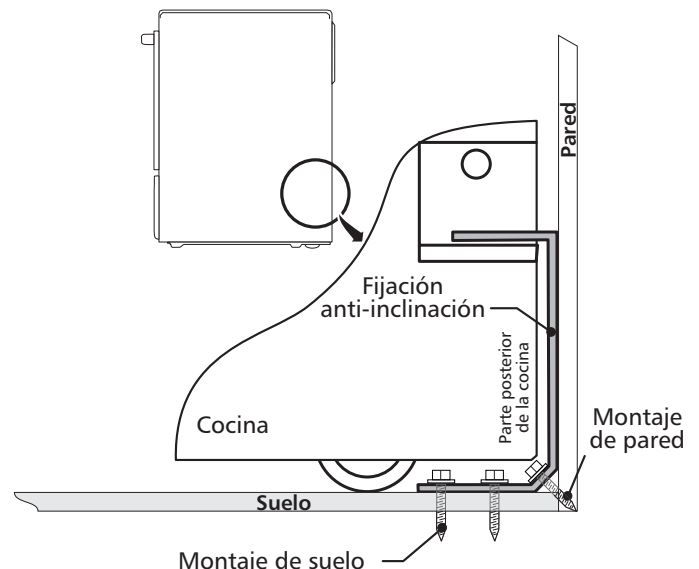

Figura 12
4. Retire el modelo y ubique la abrazadera en el suelo. Alinee los orificios en la abrazadera con las marcas en el suelo y ajuste con los cuatro tornillos provistos. La abrazadera debe quedar fijada al suelo (figura 12) sólido. Si se fija al suelo concreto, primero haga orificios pilotos de un diámetro de 3/16" (0,48 cm), utilizando una barrena para concreto.
6. Deslice la cocina hacia su lugar asegurándose que la pata de centro trasera está completamente segura con el soporte anti-inclinación (figura 12). Baje la cocina ajustando las 4 patas de nivelación hasta que la plancha de cocinar está apoyada en el mostrador. Refiere a la "Nivelación de la cocina".